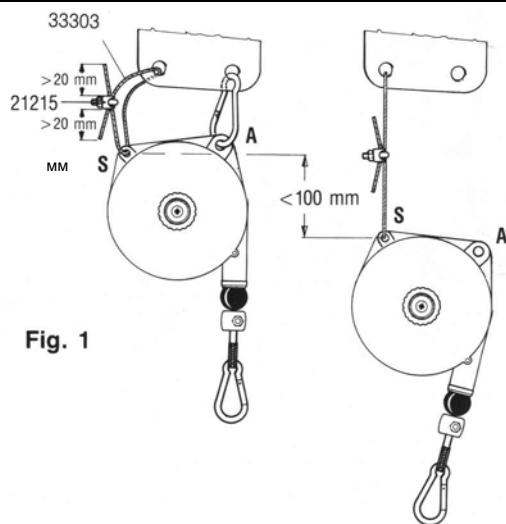

Fig. 1
⚠ **Устройство (S) для подвески балансира всегда следует подсоединять с помощью соответствующих приспособлений, которые входят в комплект поставки изделия, к кронштейну правильно выбранных размеров, НО НЕ К ТОМУ, на котором закреплено приспособление А. Оставить дополнительный запас хода троса НЕ БОЛЕЕ 100 мм (согласно стандарту DIN 15112). Особое внимание необходимо обратить на закрепление троса приспособления 21216 и правильную его прокладку (сдвигание); для троса также должен быть оставлен дополнительный запас хода НЕ БОЛЕЕ 100 мм. Зажим 21215 должен блокировать оба участка сдвоенного троса. После первого завинчивания затяжку этого зажима следует повторить. Рекомендуемая величина момента затяжки: 2 Нм. Тем самым компенсируются продольные деформации, которые неизбежно происходят между тросом и зажимом во время первой фазы блокирования (см. рис. 1).**